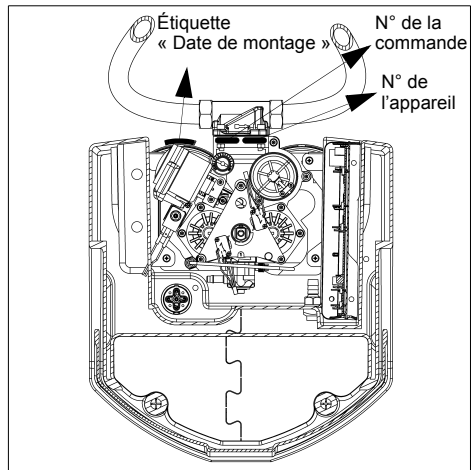

Fig. 8 : N° de l'appareil et de la commande, étiquette « Date de montage »
- Noter la date de montage sur l'étiquette. Cette étiquette se trouve au dos de la bouteille de résine (cf. fig. 8).